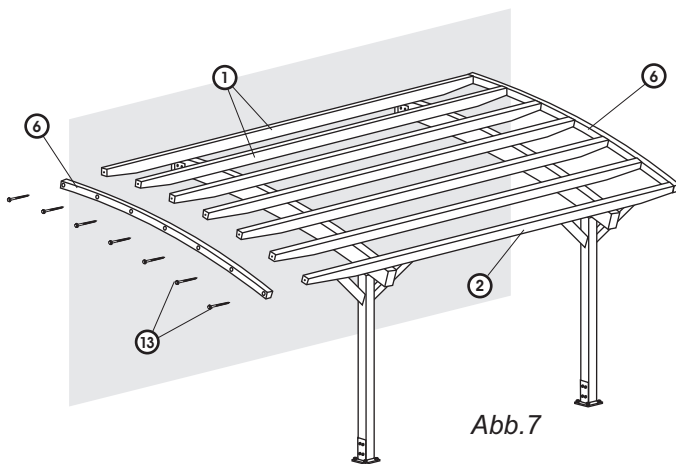

Abb. 7
e) Befestigung der Rähmhölzer - die bogenförmigen Rähmhölzer ⑤ und ⑥ sind an den Latten ① und ② mit den Holzschrauben M10/150 ⑬ mit Muttern ⑮ zu fixieren. (Abb. 7)